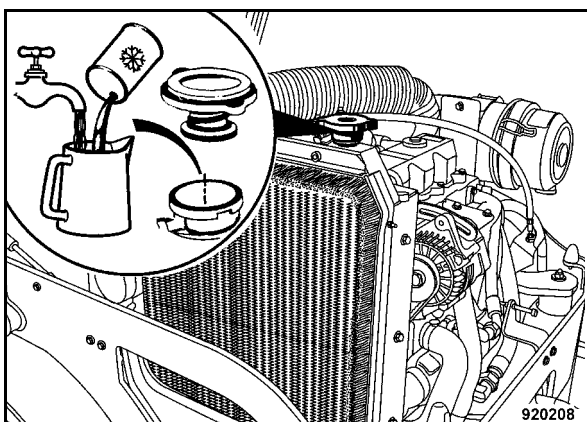

Fig. 136
- Riempire il liquido di raffreddamento fino al bordo inferiore del bocchettone di rifornimento (Fig. 136).